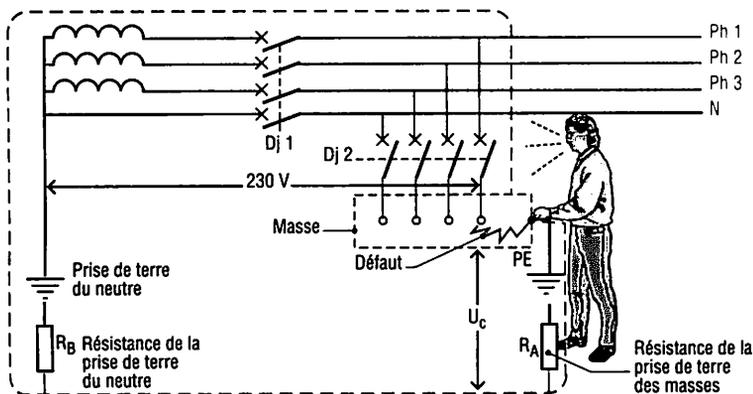

Fig. 10 : Réseau triphasé + neutre, tension 230/400 V régime TT, circuit en cas de défaut.
2.1. Principe (fig. 10)
Exemple : soit le réseau TT de distribution (fig. 10).